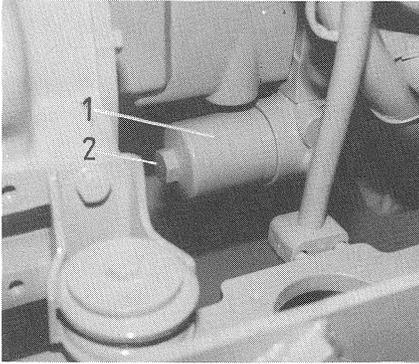

Bild 47
An der Axialkolbenpumpe befindet sich ein Druckfilter (Bild 47/1).
- Mit Schlüssel (Bild 47/2) Filterpatrone abschrauben.